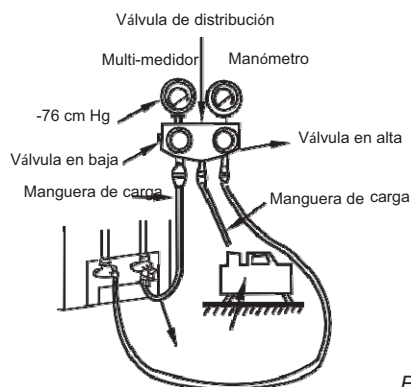

Fig.7-4
- Saque el aire con una bomba de vacío (vea la Fig. 7-4). (Consulte el manual para la manipulación correcta de la válvula de distribución).